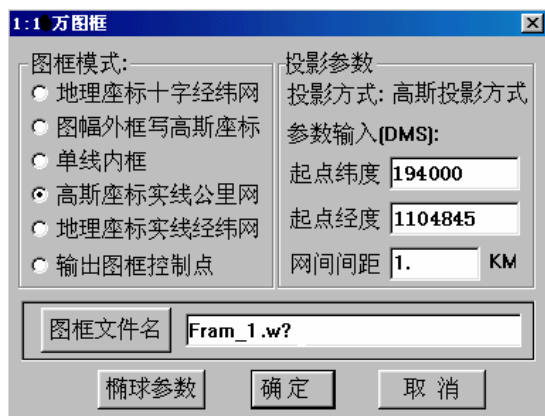

图 7-1-2 生成 1:1 万标准图框的参数设置对话框
1. 选择标准图框的比例尺：在**系列标准图框**菜单下，选择“生成 1:1 万图框”；系统弹出图 7-1-2 所示的对话框：
2. 设置图框参数：需要设置的主要图框参数如图 7-1-2 中所示。下面我们将该图框参数按照从上到下、从左至右的顺序具体说明如下：
3. 输入图框辅助选项及内容：输入完毕图 7-1-2 中的主要参数后，按“确定”按钮，系统会弹出图 7-1-3 所示的辅助参数对话框：